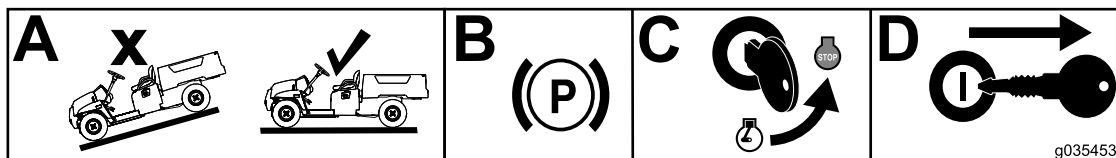

Figure 1
1. Amenez la machine sur un sol plat et horizontal (encadré A de la Figure 1).
2. Serrez le frein de stationnement (encadré B de la Figure 1).
3. Coupez le moteur (encadré C de la Figure 1).
4. Enlevez la clé du commutateur d'allumage (encadré D de la Figure 1).